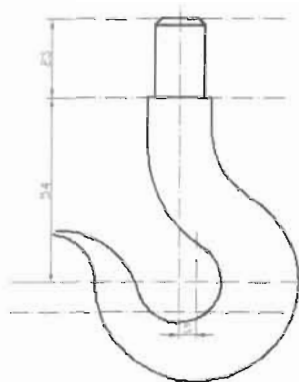

图 6-48
(5) 单击“修改”工具栏中的“修剪”按钮，先粗略地进行修剪，将绘制的两个圆修剪为圆弧，如图 6-48 所示。